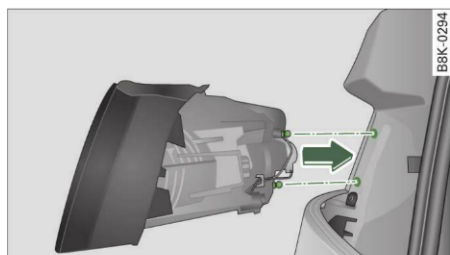

Fig. 277 Montarea lămpii din spate
- Introduceți lampa în suport ⇒ fig. 277.